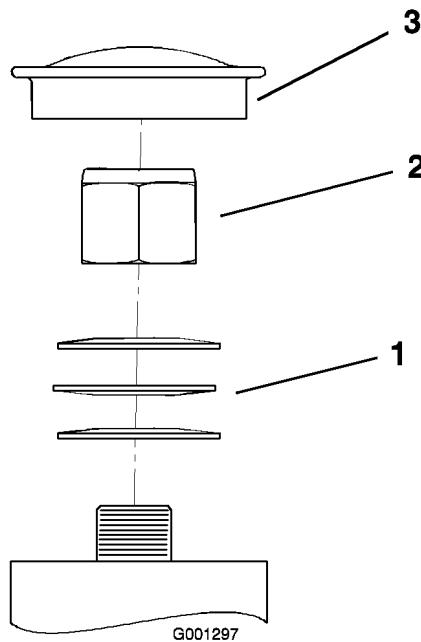

Figure 51
3. Retirez le capuchon anti-poussière de la roue pivotante et serrez le contre-écrou (Figure 51).
4. Continuez de le serrer jusqu'à ce que les rondelles élastiques soient aplatis, puis desserrez-le de 1/4 de tour pour obtenir la précharge correcte des roulements (Figure 51).
Important: Veillez à placer les rondelles comme illustré (Figure 51).
5. Remettez le capuchon anti-poussière en place (Figure 51).